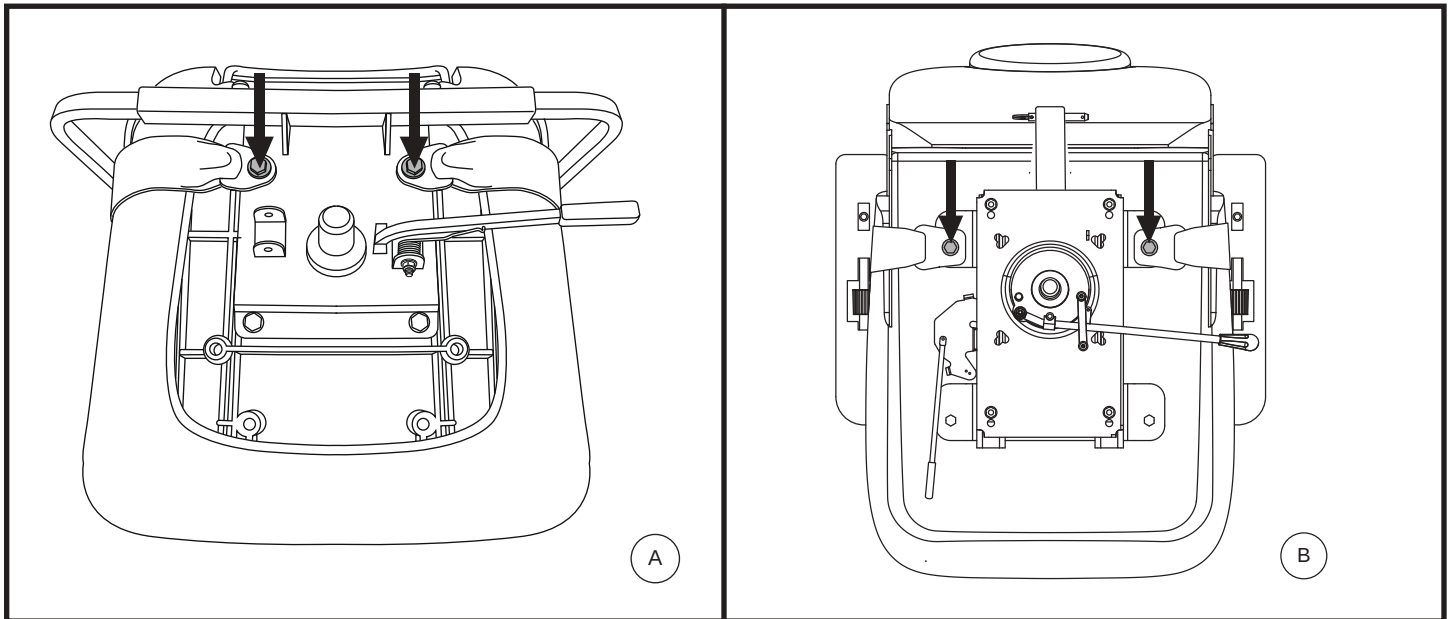

Abb. 23. Befestigungsschrauben des Rückhaltegurts
Ihr Elektromobil ist mit einem KFZ-typischen Rückhaltegurt ausgestattet, der dem Benutzer angepasst werden kann. **Siehe Abb. 23.** Der Rückhaltegurt wurde konzipiert, um ein Auf- oder Abwärtsrutschen des Fahrers zu verhindern. Der Rückhaltegurt ist nicht als Rückhaltesystem entwickelt worden.
2. Sitz umdrehen, um die Unterseite einzusehen. **Siehe Abb. 23.**